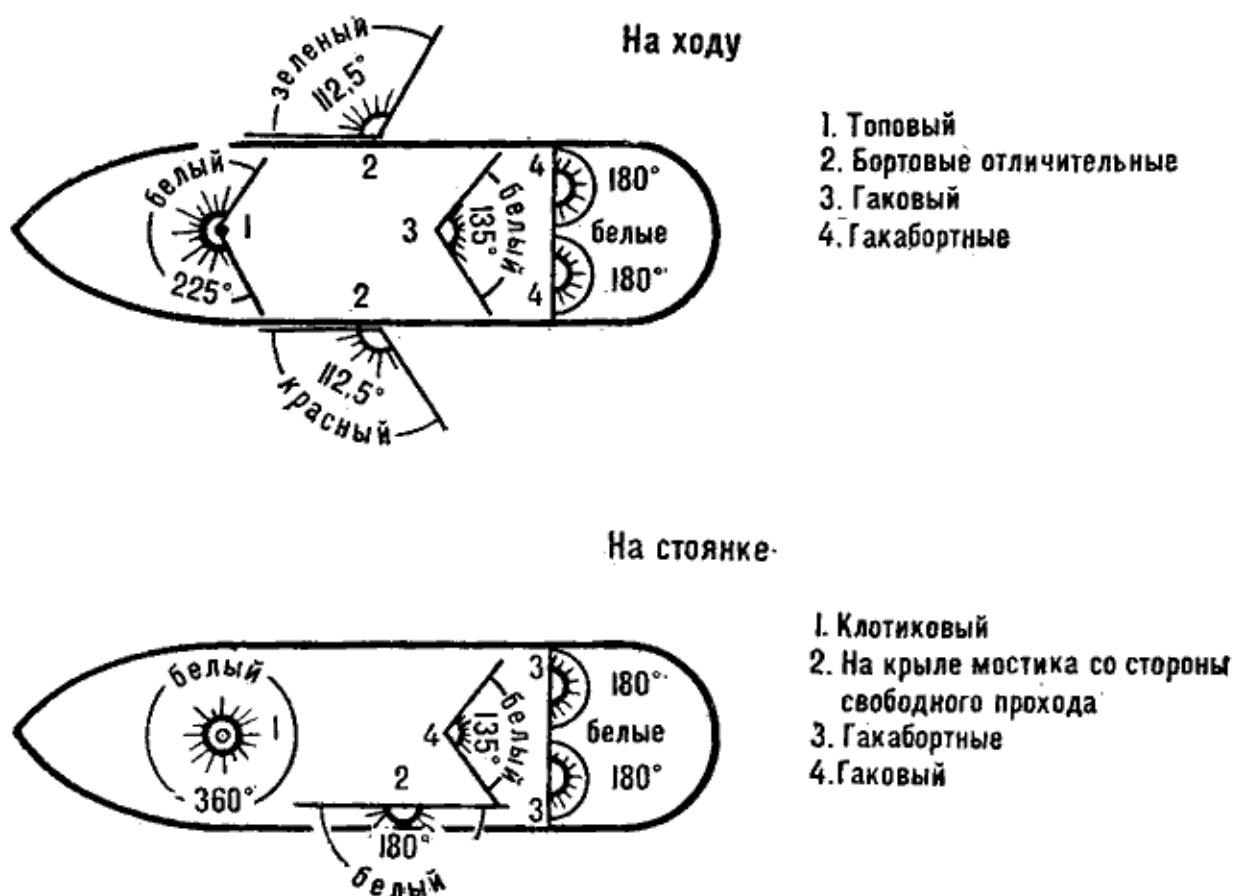

Рис. 143. Схема расположения огней на речном самоходном судне
К ходовым огням речных судов относятся (рис. 143):
1. Все самоходные сухогрузные суда, в том числе и парусно-моторные, длиной менее 30 м и шириной до 5 м поднимают на мачте один белый клотиковский огонь, а те же суда длиной более 30 м и шириной более 5 м включают также гаковый и гакабортные огни и выставляют белый огонь на крыле мостика со стороны борта, свободного для прохода других судов (§ 36 а, 37, рис. 143).